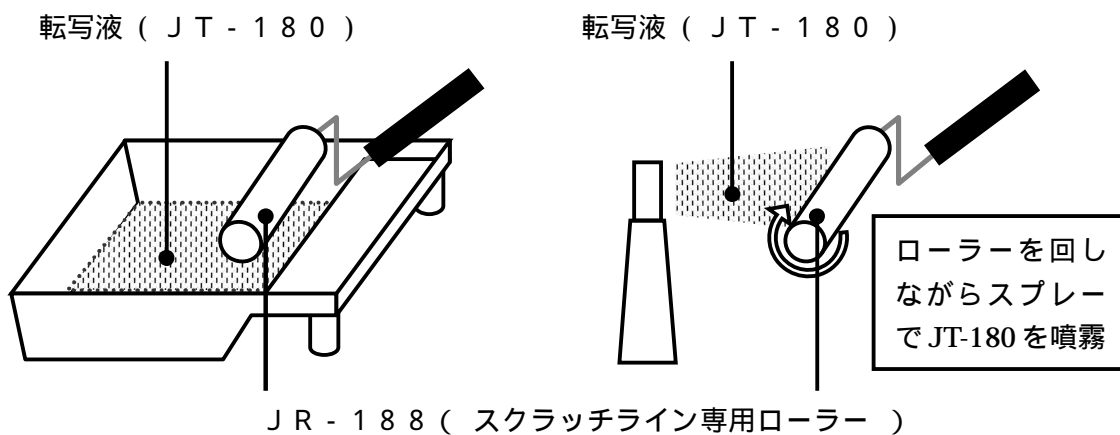

図 2
- ・専用ローラーJR-188に転写液JT-180を塗布してください(図2)。